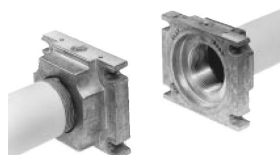

Рис. 14
3. Установить Мультиблок между резьбовыми фланцами (Рис. 14)